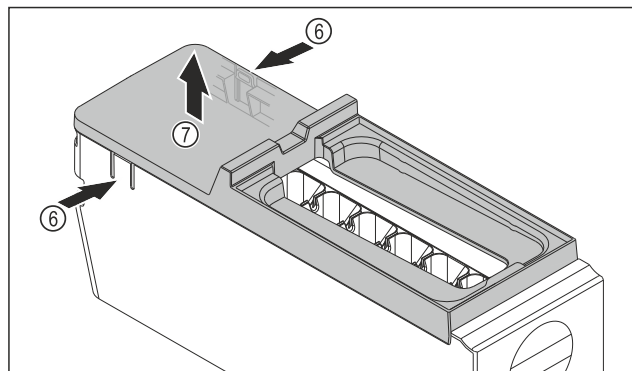

Fig. 131
- ▶ Зняти кришку з корпусу EasyTwist-Ice: натиснути однією рукою на накладки Fig. 131 (6) з обох боків корпусу EasyTwist-Ice.
- ▶ Зняти кришку Fig. 131 (7), потягнувши її вгору іншою рукою.